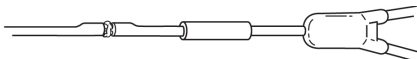

Fig. 6
6. Mettre de l'adhésif sur le point de jonction. (Fig. 6)